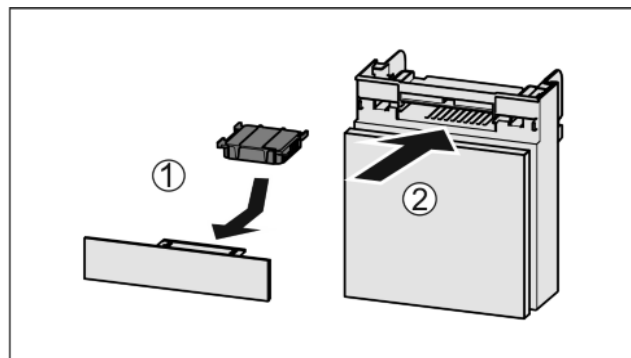

Fig. 42
- ▶ Wkładać Fig. 42 (1) filtr z węglem aktywnym zgodnie z ilustracją.
- ▶ Wsunąć komorę Fig. 42 (2).